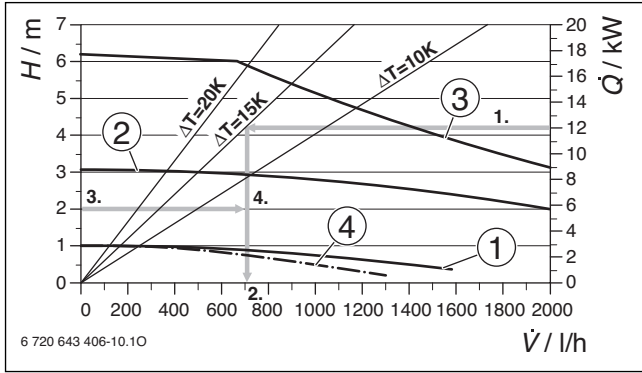

Bild 239 Pumpenkennlinien
Es ist eine maximale Heizleistung von z. B. 12 kW bei einer Temperaturspannung von  $\Delta T = T_{\text{Vorlauf, Heizkreis}} - T_{\text{Rücklauf, Heizkreis}} = 15 \text{ K}$  (Auslegung 50 °C/35 °C) gefordert. Aus Bild 239 ergibt sich eine zugehörige Heizwassermenge von 700 l/h (1. und 2. in Bild 239). Der überschlägige Druckverlust1) beträgt 200 mbar (3. in Bild 239). Es muss demzufolge Pumpenstufe 2 eingestellt werden (4. in Bild 239).
**Legende zu Bild 239 und 240:**